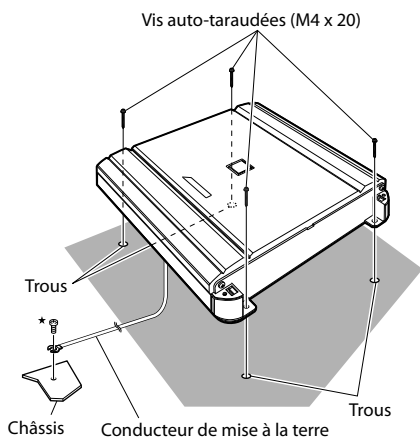

Fig. 1
4. Positionner le MRV-V500 par dessus les trous et fixer avec les quatre vis auto-tarudées. (Fig. 1)